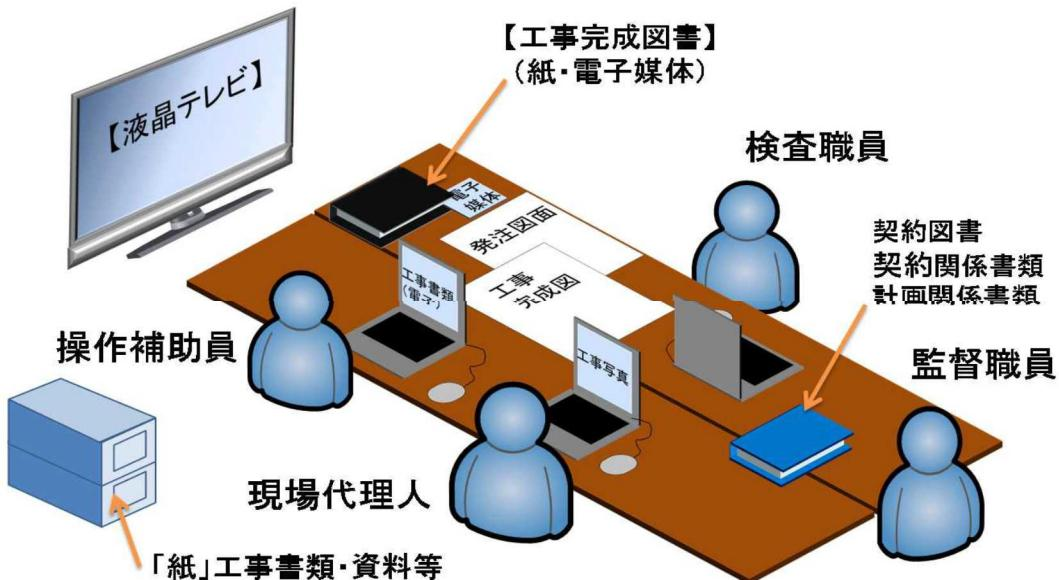

図2 検査会場の配置
④ 検査会場準備
- ・検査会場に検査対象書類及び機器の配置をしてください。(図2参照)